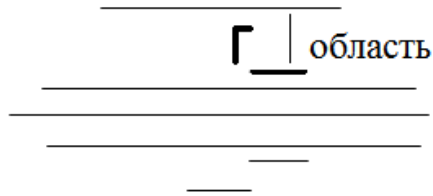

Рисунок 3.5 – Схема створення «ТО Точить/Область»
4. Вказати контур, що визначає межі області (рис. 3.5).